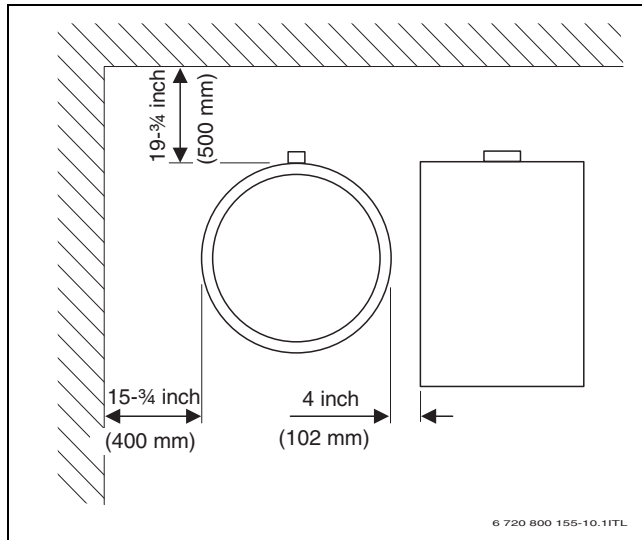

Fig. 7 Distancias mínimas a la pared recomendadas
- Tener en cuenta la altura mínima (→ tab. 6, pág. 43) y las distancias mínimas respecto a la pared en la sala de instalación (→ fig. 7, pág. 45).